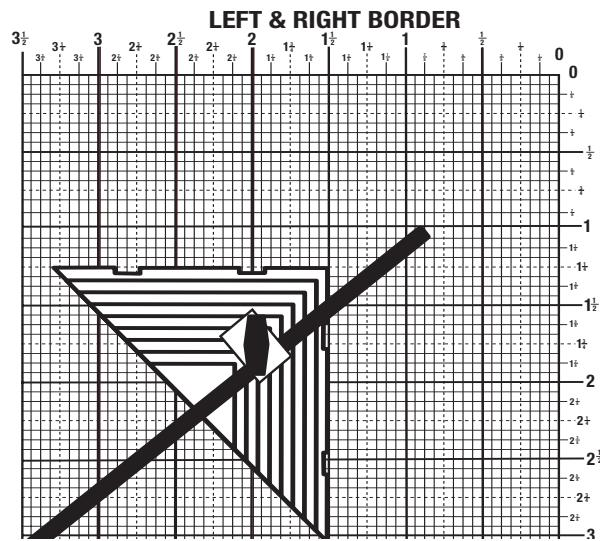

Fig.10
*REMARQUE : L'ÉCHELLE DU GUIDE-BORDURE EST 1 PO = 1/2 PO. LISEZ SIMPLEMENT LES VALEURS D'ÉCHELLES TELLES QU'INDIQUÉES SUR LE GUIDE-BORDURE. (FIG. 10)
*NOTA: IL RIGHELLO SULLA GUIDA PER BORDI È 1"=1/2". È SUFFICIENTE LEGGERE LE MISURE SUL RIGHELLO INDICATE SULLA GUIDA PER BORDI (FIG. 10).
BEACHTEN SIE, DASS DER MAßSTAB DER RANDSCHABLONE 1 : 2 BETRÄGT (1"=1/2"). LESEN SIE GANZ EINFACH DIE MAßE SO AB, WIE SIE AUF DER RANDSCHABLONE ANGEgeben SIND. (ABB. 10)
NOTA: EL RIGHELLO SULLA GUIDA PER BORDI È 1"=1/2". È SUFFICIENTE LEGGERE LE MISURE SUL RIGHELLO INDICATE SULLA GUIDA PER BORDI (FIG. 10).